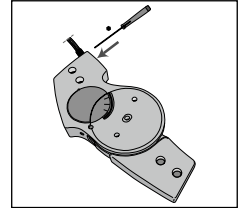

Fig. 8
7. Draai het zekeringsschroefje aan de zijkant van het scharnier los, twee omwentelingen volstaat (**zie fig. 8**). Het schroefje niet uit het scharnier verwijderen.
18. Draai vervolgens weer de zekeringsschroef van de satelliet stelschroef vast (zie fig. 8).